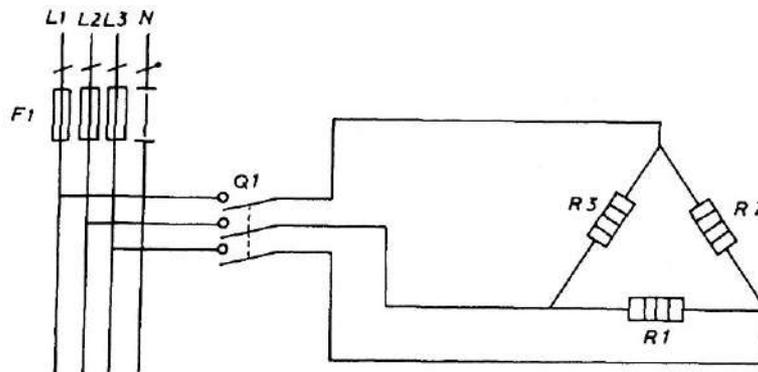

Figure 1
- A partir du schéma développé du montage, figure 1, sur un réseau triphasé B